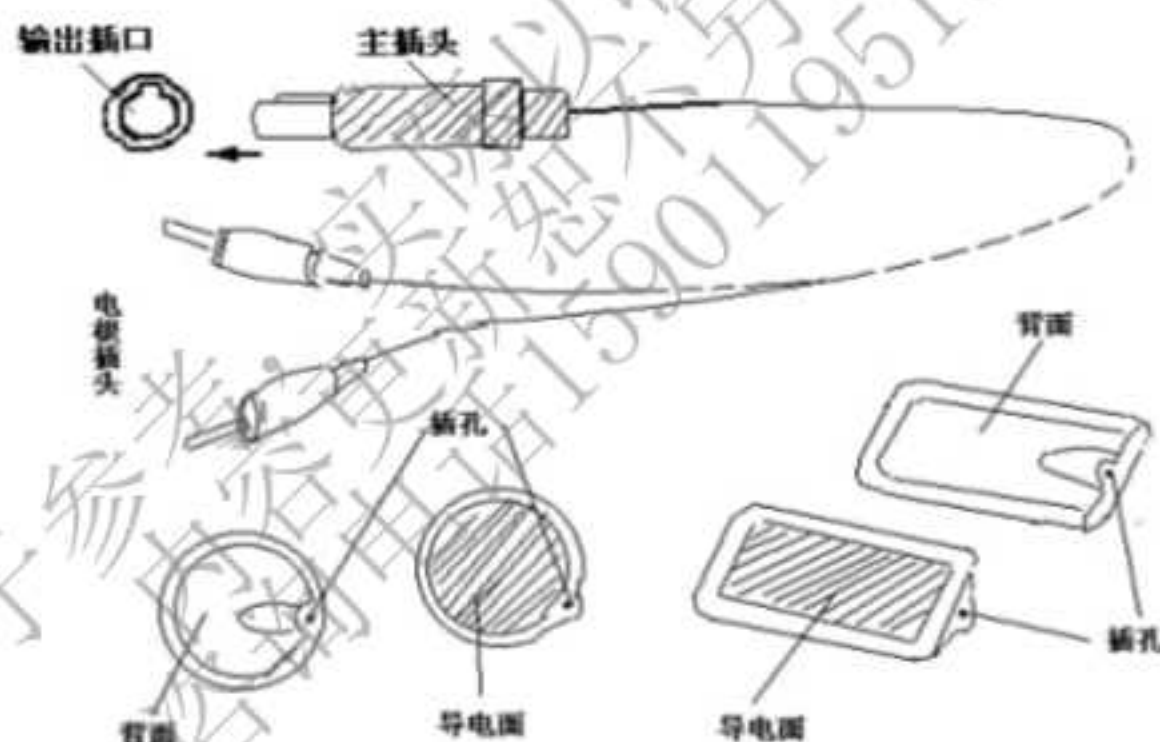

图1 电极连接示意图
6.3.1 插好电极片：电极连接见图1。应根据治疗部位的大小选择合适的电极，然后将电极线的电极插头插入电极片插孔中即可。